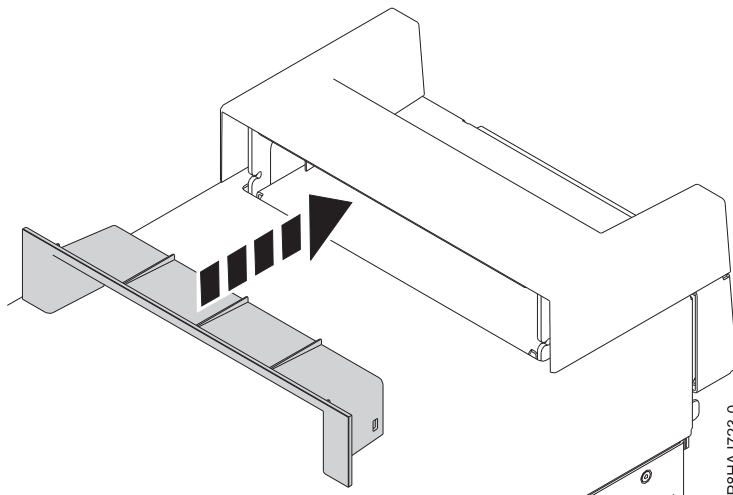

Abbildung 24. Element innerhalb der Griffabdeckung bei einem eigenständigen System vom Typ 8286-41A einsetzen
2. Setzen Sie das Element innerhalb der Griffabdeckung ein, indem Sie es fest in die Griffabdeckung drücken (siehe Abb. 24).